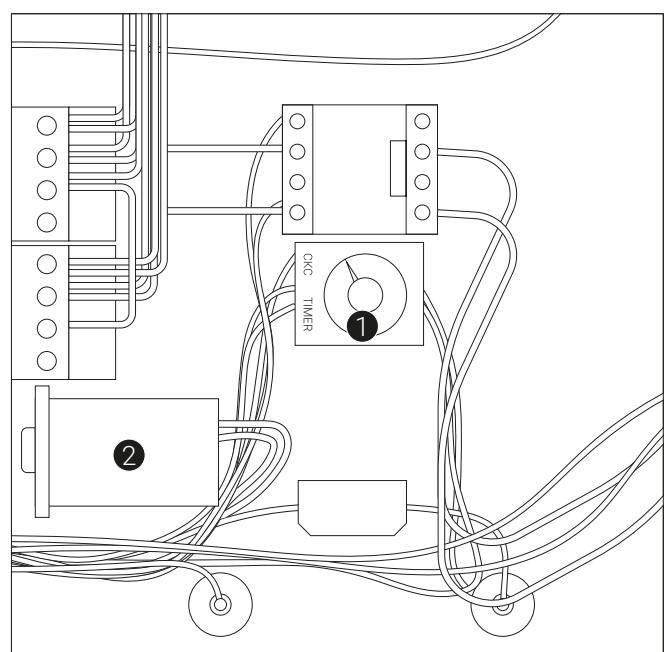

Рис. 7
9.4.14. Осуществить настройку парогенератора путем настройки таймера и терmostата (см. рис. 7 поз. 1,2). Для большинства случаев достаточно терmostатом определить температуру 200°C, а таймером 3 секунды (примерно четыре распыления в цикле нагрева). При необходимости увеличить температуру и количество пара, выставить большую температуру терmostata